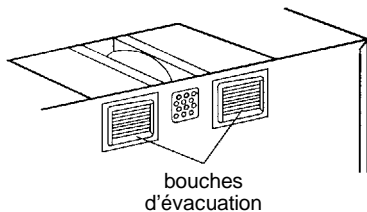

Figure 17
6. Remettre le ventilateur dans l'armoire. S'assurer que les bouches d'évacuation sont dirigées vers l'arrière de l'armoire. Voir la figure 17.